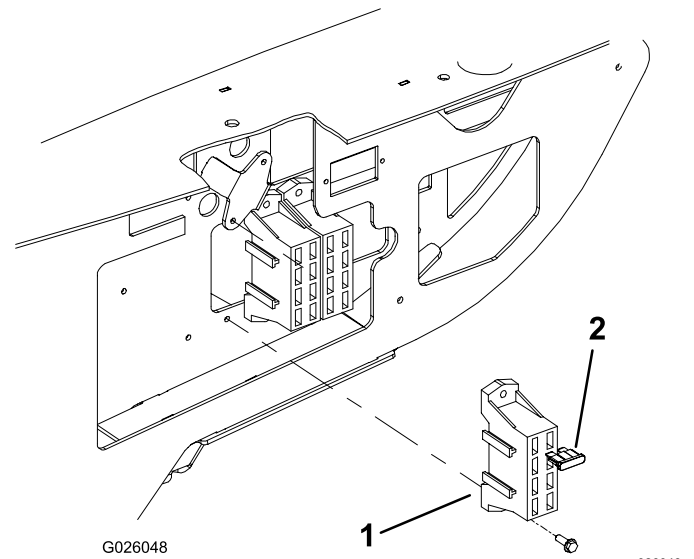

Bild 3
2. Befestigen Sie den Sicherungskasten mit zwei Schrauben (8 x 1/2") am vorhandenen Sicherungskasten wie in Bild 3 dargestellt.